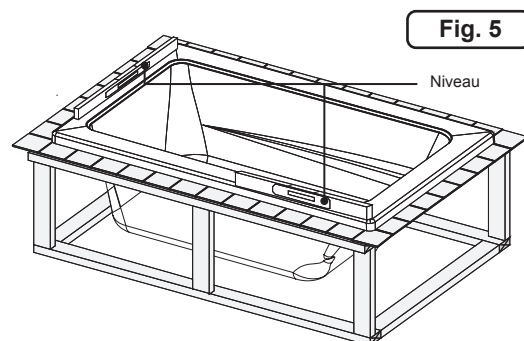

Fig. 5
3. La baignoire doit être de niveau. Pour vérifier, utilisez un niveau au-dessus des rebords sur les deux extrémités de la baignoire et au-dessus du seuil (Figure 5).